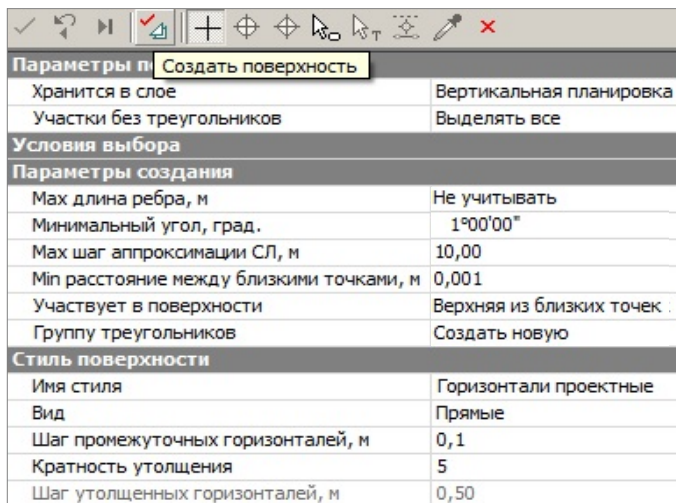

Рис. 6.19
- Настройки создаваемой поверхности оставьте без изменений (рис. 6.19).